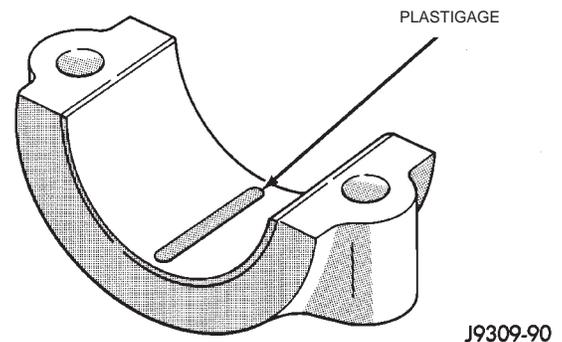

Abb. 2 Auflegen des Plastigage in der Lagerschale
- (1) Plastigage entlang der gesamten Breite der Lagerschale auflegen (Abb. 2). Plastigage ca. 6,35 mm (1/4 Zoll) zur Lagerschalenmitte versetzt auflegen; die Ölbohrungen müssen frei bleiben. Andere evtl. schadhafte Oberflächen können ebenfalls mittels Plastigage geprüft werden. Lagerdeckelschrauben des zu prüfenden Lagers mit einem Anzugsmoment von 108 N·m (80 ft. lbs.) anziehen. **Kurbelwelle NICHT drehen, da sonst das Plastigage verschmiert und das Messergebnis verfälscht werden kann.**
(1) Ölfilm von der zu prüfenden Oberfläche entfernen. Das Plastigage ist in Öl löslich.
(2) Plastigage über die gesamte Breite der Lagerschale legen (Abb. 2). Plastigage ca. 6,35 mm (1/4 Zoll) zur Lagerschalenmitte versetzt auflegen; die Ölbohrungen müssen freibleiben. Andere evtl. schadhafte Oberflächen können ebenfalls mittels Plastigage geprüft werden.
(3) Kurbelwelle drehen, bis das zu prüfende Pleuel sich in Richtung OT zu bewegen beginnt. Erst danach den Pleuellagerdeckel mit aufgelegtem Plastigage montieren. Befestigungsmutter des Lagerdeckels mit einem Anzugsmoment von 45 N·m (33 ft. lbs.) festziehen. **Kurbelwelle nun NICHT mehr drehen, da sonst das Plastigage verschmiert und das Messergebnis verfälscht werden kann.**